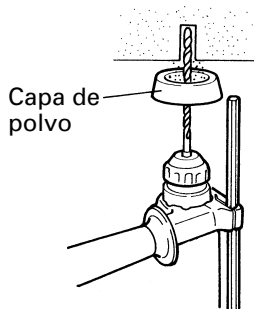
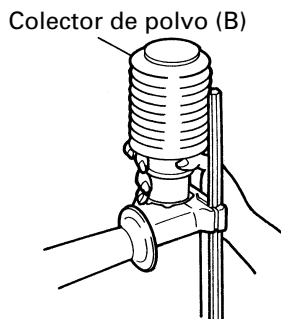

Fig. 9
Fig. 10
4. Cuando instale la copa de polvo o el colector de polvo de polvo (B) (Accesorios facultativos)(Fig. 9, Fig. 10)
Emplee la copa de polvo instalando la broca como se muestra en la Fig. 9.
- Instalación del colector de polvo (B)
Para emplear el colector de polvo (B), insértelo desde la punta de la broca alineándolo con la ranura de la empuñadura. (Fig. 10)